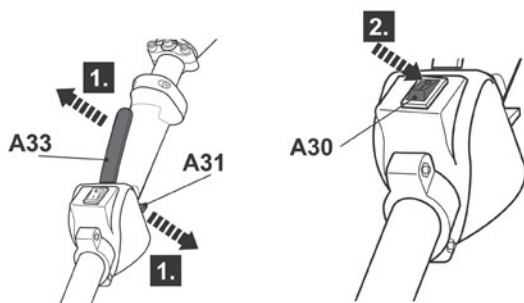

Fig. 44
- > Ponga el interruptor de encendido (A23) en la posición "O" (Fig. 44).